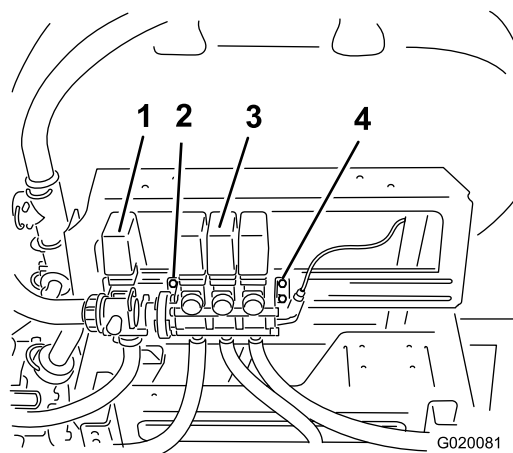

Figura 4
1. Desaperte, mas não retire, os parafusos que prendem o conjunto da válvula da rampa ao suporte de montagem (Figura 4).
8. Insira as barras roscadas através dos furos nos corpos das válvulas de derivação da rampa e nas 2 barras mais próximas da calha de montagem, através do suporte de montagem esquerdo (Figura 4 e Figura 6).